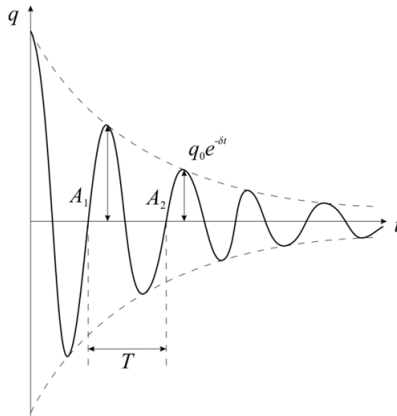

Рис. 4
Зависимость (4) показана на рис. 4 сплошной линией. Зависимость (5) – пунктирной. Если $A(t)$ и $A(t + T)$ – амплитуда колебаний, соответствующих моментам времени, отличающимся на период T , то отношение